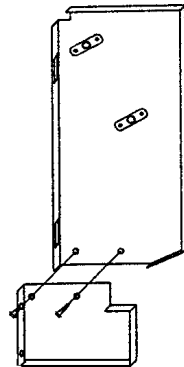

Рис.2
2. Установите установочные фиксаторы на соответствующие боковые панели, как показано на Рис.2